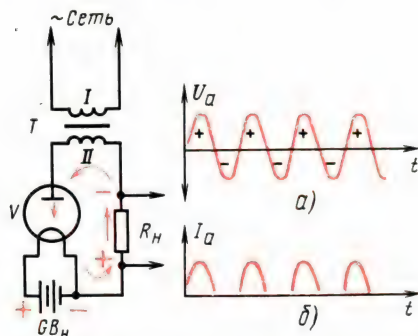

Рис. 218. Диод выпрямляет переменный ток
Обратимся к рис. 218. Здесь, как и в предыдущем примере, катод диода накаляется током батареи  $GB_H$ . На анод лампы подается переменное напряжение,
источником которого служит вторичная (II) обмотка сетевого трансформатора Т. В этом случае напряжение на аноде периодически изменяется по значению и знаку (рис. 218,а). А так как диод обладает односторонней электропроводностью, ток через него идет только при положительном напряжении на его аноде. Говоря иными словами, диод пропускает положительные полуволны (рис. 218,б) и не пропускает отрицательных полуволн переменного тока. В результате в анодной цепи течет ток одного направления, но пульсирующий с частотой переменного напряжения на аноде. Происходит выпрямление переменного тока — явление, знакомое тебе по работе полупроводникового диода.